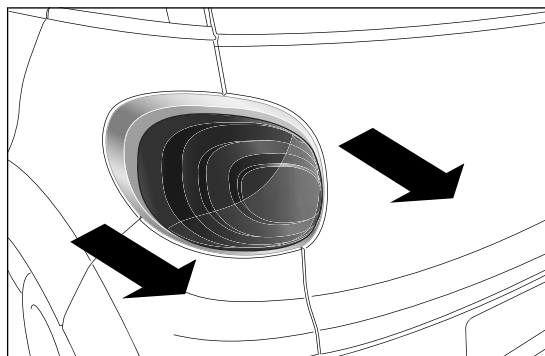

fig. 175
- ☐ retirar el grupo óptico extrayéndolo con las dos manos en el sentido que indican las flechas fig. 175;